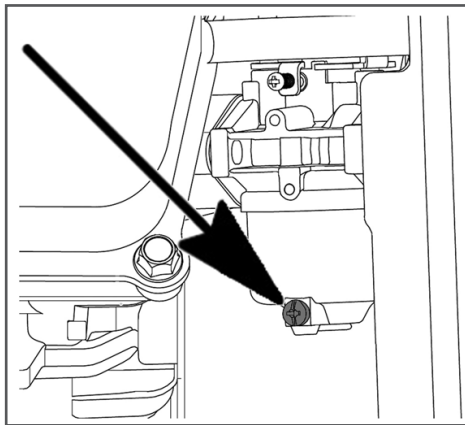

Рис. 16 Слив топлива с поплавковой камеры карбюратора
2. Выкрутите болт сливного отверстия (Рис. 16) на 2-3 оборота и слейте топливо из поплавковой камеры карбюратора.
1. Слейте топливо из топливного бака и поплавковой камеры карбюратора (Рис.16).